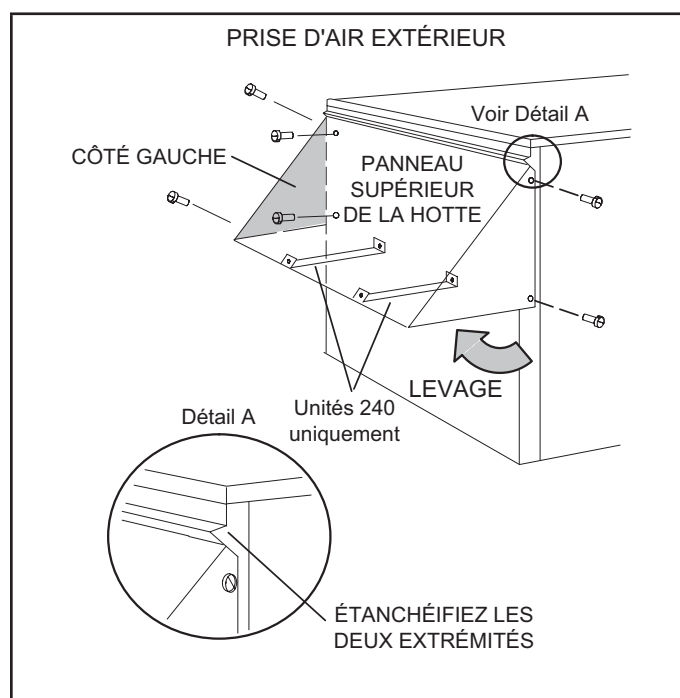
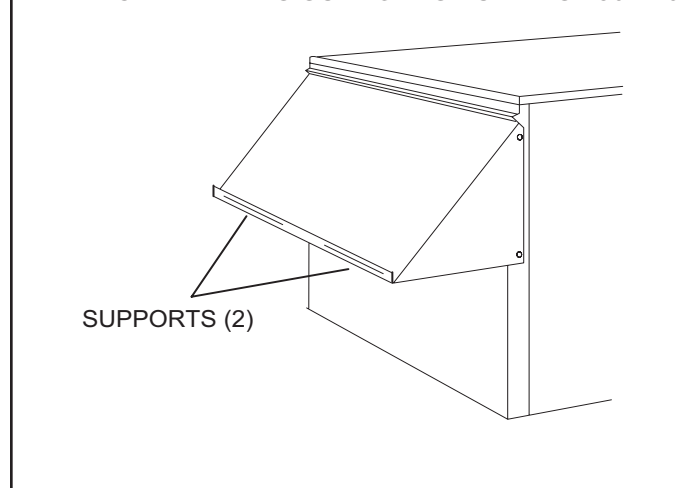

FIGURE 11
FIGURE 12
- 3 - Soulevez (tournez) le bas du panneau supérieur de la hotte et fixez le côté gauche au panneau supérieur de la hotte. Reportez-vous à la FIGURE 11.
- 6 - Unités 180-240 uniquement - Retirez les deux supports de la bride du panneau supérieur de la hotte. Reportez-vous à la FIGURE 12. Installez comme indiqué à la FIGURE 11.